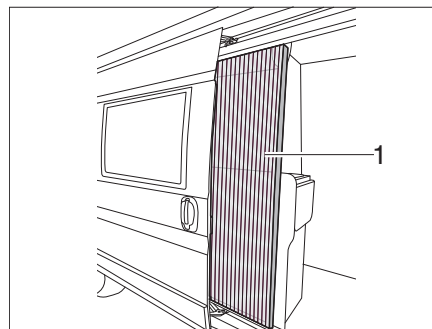

Bild 21 Insektenschutz
- Insektenschutz an der Leiste (Bild 21,1) ganz herausziehen.
- Insektenschutz an der Leiste (Bild 21,1) in Ausgangsstellung zurückschieben.